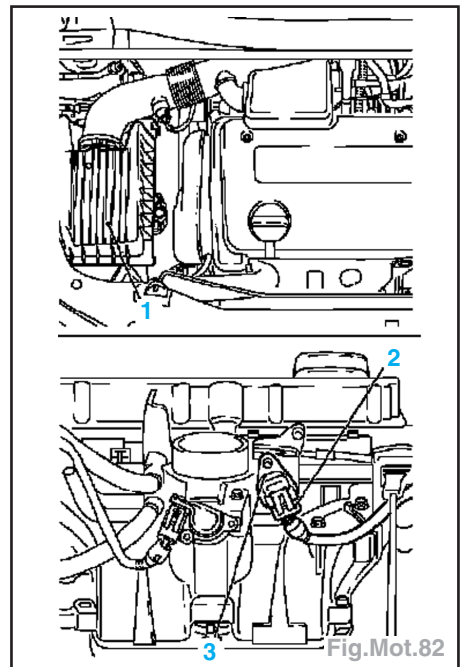

Fig.Mot.82
- Déposer le boîtier de filtre à air (1), retirer la fiche de faisceau (2) du potentiomètre de papillon (3) et déposer le potentiomètre (Fig.Mot.82).